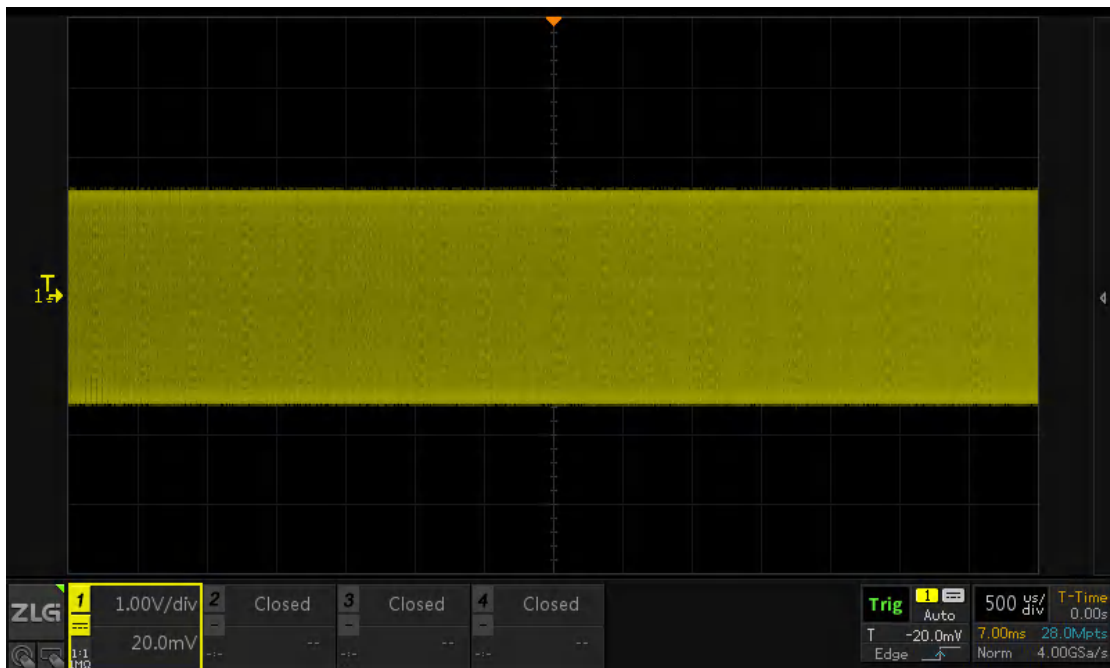

图 10.15 波形不稳定显示
- 将频率为 100KHz，调制频率为 100Hz 的信号输入示波器中，点击【Auto Setup】一键捕获，可以看到如图 10.15 所示的波形，由于信号中存在多个上升沿，波形在上升沿的触发下将会识别多个上升沿的位置导致触发位置不统一，波形显示不稳定。